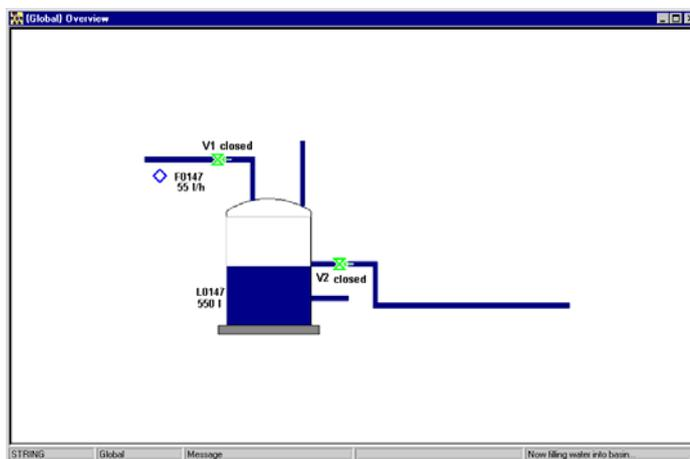

Рис. 3.43. Диаграмма **Overview** с показывающей полосой справа.
7. Нажмите **OK**. Символ появится на диаграмме. Разместите символ, а потом имя и значение. Смотрите рис. 3.43.
7. Нажмите ОК. Появится маленький прямоугольник представляющий полосу отображения. Разместите полосу отображения внутри резервуара с водой и растяните его так, чтоб он поместился в резервуаре, как показано на рис. 3.43, после чего разместите имя и значение.